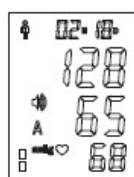

Fig.5
2. Quando si effettua una misurazione o il dispositivo è in modalità Standby, è possibile premere il pulsante M1 o M2 per richiamare le memorie. Premere il pulsante M1 o M2 per visualizzare il valore medio delle ultime 3 misurazioni, come nella Fig.5